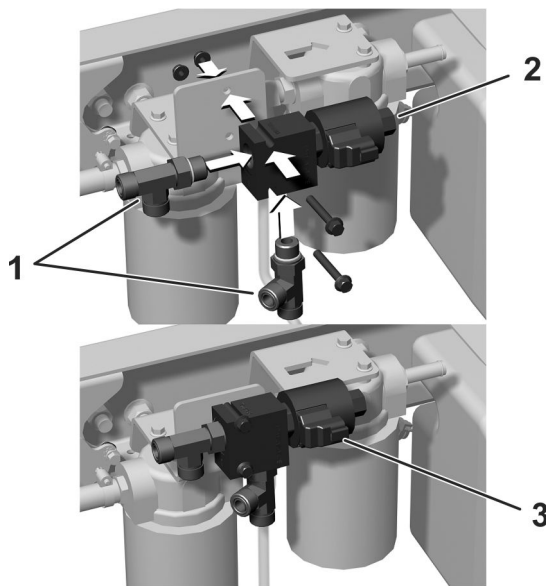

Figura 12
1. Instale provisionalmente los 2 acoplamientos en T en la válvula (Figura 12).
2. Monte la válvula en la escuadra del bastidor con 2 tornillos con arandela prensada (1/4" x 1 7/8"), como se muestra en la Figura 12.
3. Conecte el conector eléctrico a la conexión de la válvula (Figura 12).